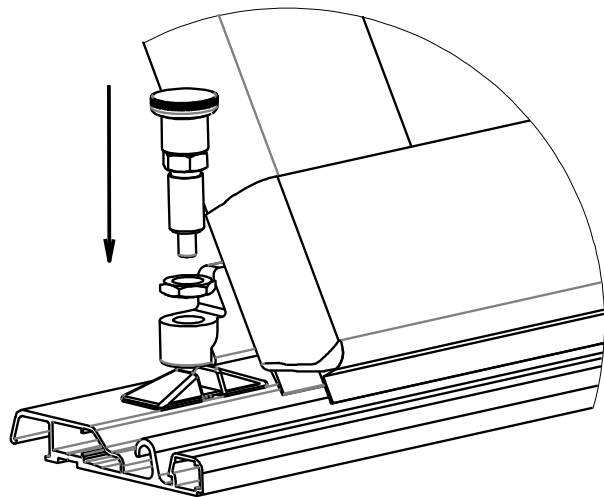

Bild 302
3.2. b) Halbautomatische Arretierung (Bild 302):